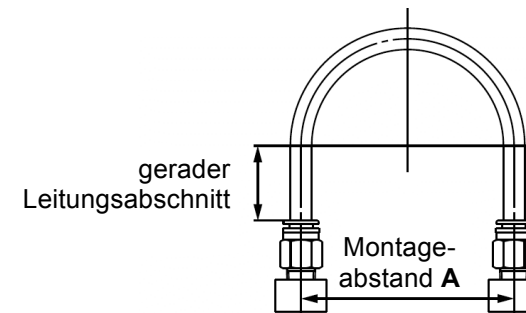

Abb. 7
- Beim Anschluss von Schläuchen mit Steckverbindungen für den Schlauch eine Reservelänge vorsehen, wie in Abb. 7 gezeigt.